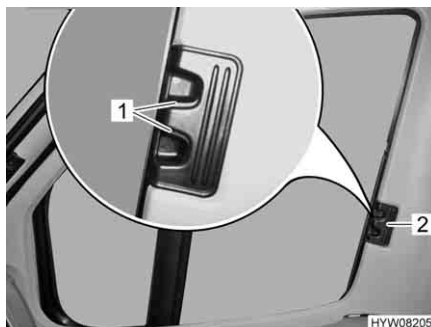

Fig. 89 Tendina oscurante pieghevole per il finestrino del conducente/ passaggero
- Premere le maniglie di sbloccaggio (Fig. 89,1) e mantenerle premute.
- Con la levetta (Fig. 89,2) tirare le tendine oscuranti pieghevoli per il finestrino del guidatore e del passeggero verso l'altro lato della finestra e congiungerle alle strisce magnetiche.
- Inserire fino all'arresto le tendine oscuranti pieghevoli per il finestrino del guidatore e del passeggero per la maniglia (Fig. 89,2).
- Rilasciare le maniglie di sbloccaggio (Fig. 89,1) e mantenerle innestate.